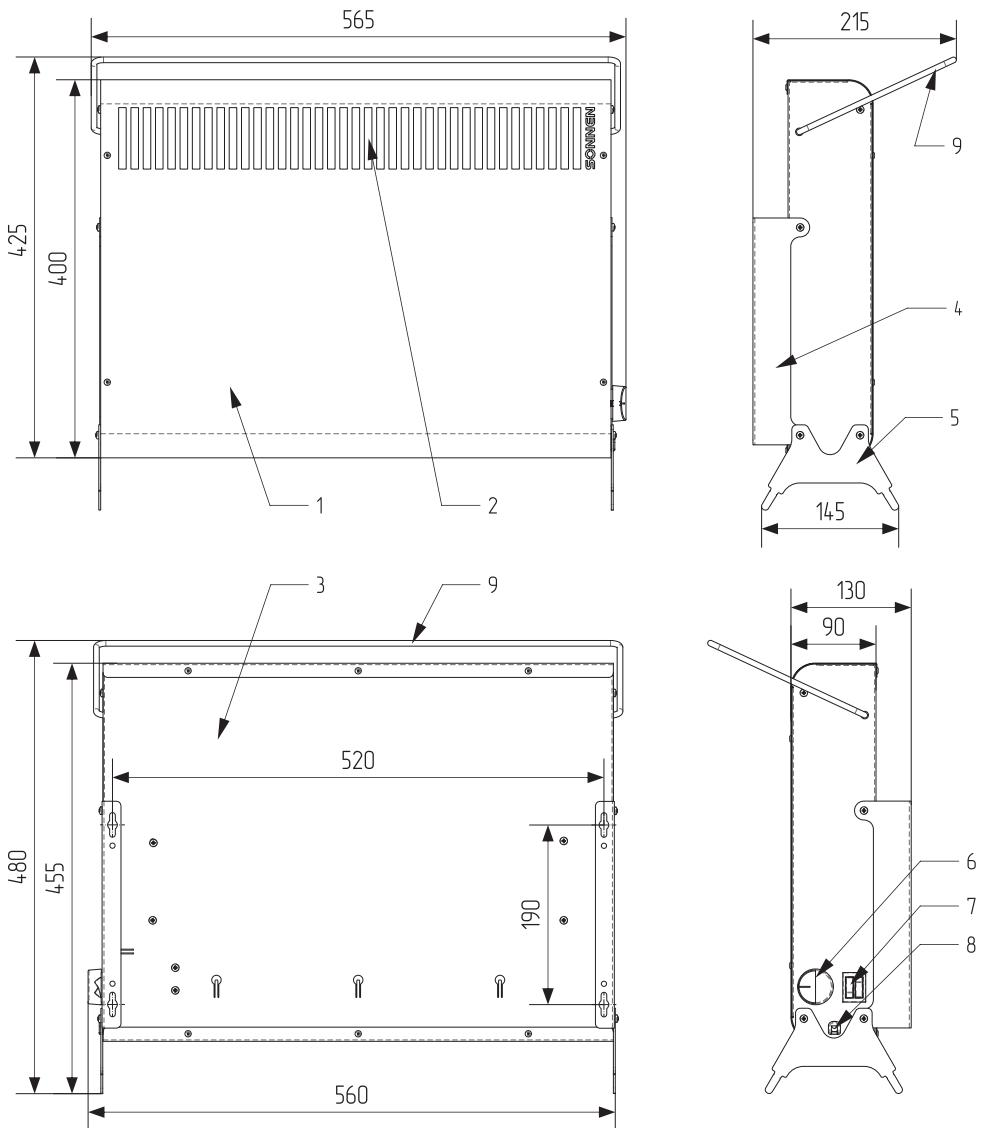
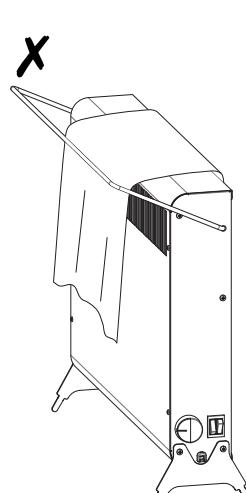

Рисунок 2.
Рисунок 5.
- накрывать корпус конвектора материей, одеждой, бумагой и т.п. (см. рис. 5);
**5.1.** Конвектор (см. рис. 2, 3) представляет собой металлический корпус, состоящий из передней панели (1) и задней панели (3), внутри которого на шасси расположен электронагревательный элемент (на чертеже не показан). На корпус могут быть установлены настенные кронштейны (4) или опоры (5). На боковой поверхности корпуса расположены рокерные переключатели (клавишные выключатели) с подсветкой (7) и ручка терmostата (6). На боковых поверхностях крепится перекладина-сушилка (9) для текстильных изделий.
**6.4.** На стене с помощью уровня и рулетки (линейки) следует разметить отверстия. Межцентровые расстояния посадочных отверстий указаны на чертеже (см. рис.2, 3).
7.3. Сушка текстильных изделий осуществляется на перекладине-сушилке. Перекладина должна находиться в наклонном положении, как показано на рис.2, 3. При размещении текстиля обращайте внимание, чтобы он висел на перекладине перед конвектором и не накрывал его корпус (см. рис. 5).